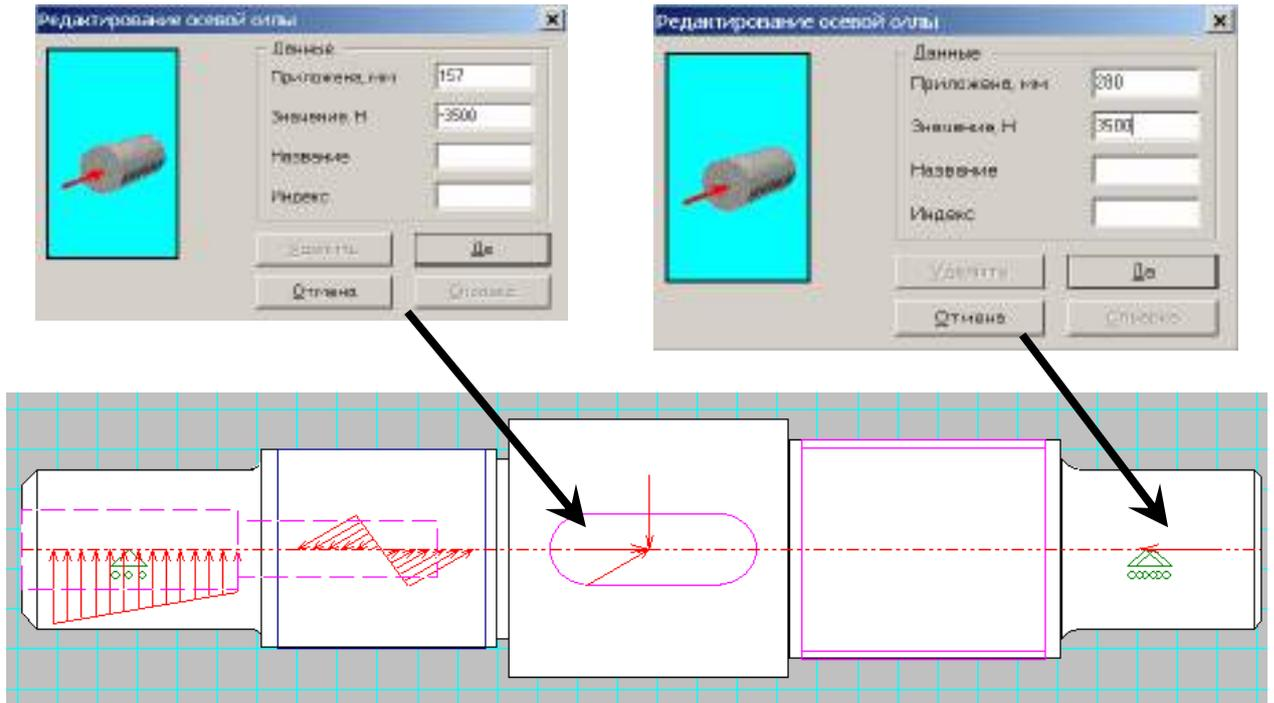

Рисунок 2.61
**Задание 12.** Задайте осевую силу (рисунок 2.61).